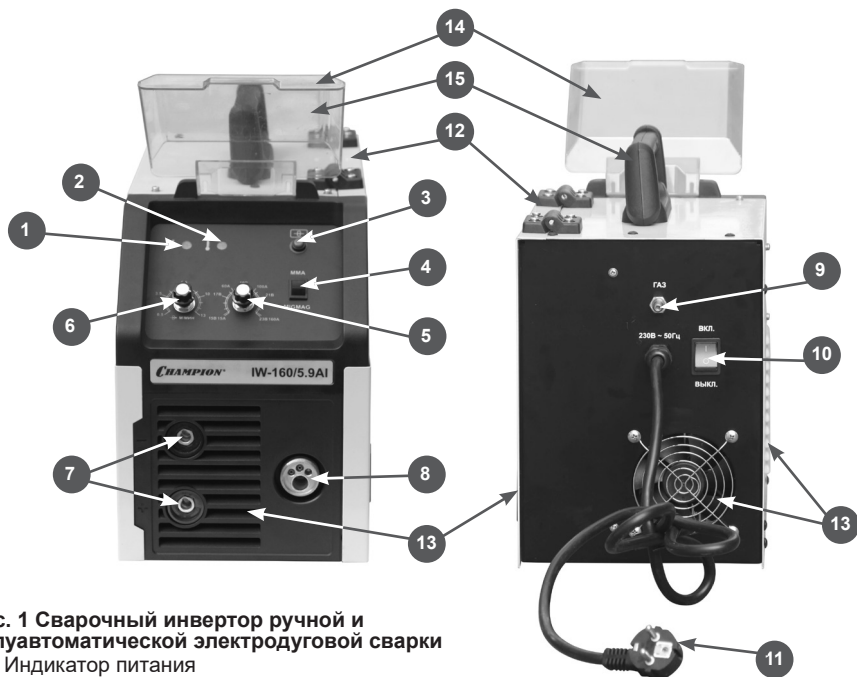

Рис. 1 Сварочный инвертор ручной и полуавтоматической электродуговой сварки
Основные узлы и органы управления показаны на Рис. 1.
1. Выбрать тип требуемой сварки - полуавтоматическая электродуговая сварка проволокой в среде защитных газов или ручная электродуговая сварка штучными плавящимися электродами – и установить переключатель режима сварки 4 (Рис. 1) в требуемое положение.
При сварке штучными плавящимися электродами необходимо выбрать полярность сварки и в зависимости от этого установить сварочные кабели с электрододержателем и зажимной клеммой обратного кабеля в разъемы 7 (Рис. 1) и повернуть их по часовой стрелке до упора. После подключения убедитесь в том, что наконечники кабеля плотно зафиксированы в разъемах.
Для полуавтоматической электродуговой сварки проволокой установите наконечник кабеля сварочной горелки в разъем 8 (Рис. 1) и зафиксируйте ее зажимом наконечника. Наконечник сварочного кабеля с зажимной клеммой установите в разъем 7 "1" (Рис. 1).